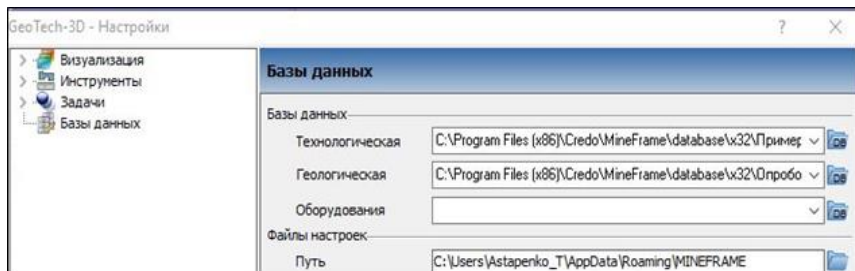

Рис. 2.4. Настройка базы данных
1. Запустите систему МАРКШЕЙДЕРИЯ, подключите БД, созданную в – **Пример.gdb**. Из Главного меню **Сервис/Настройки/Базы данных**, в строке **Технологическая** укажите путь к созданной БД (рис. 2.4). Нажмите **Применить**.